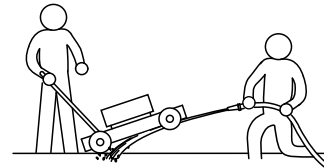

Figura 16
5. Segurando a pega, incline a máquina para cima de forma a que a parte inferior da plataforma fique acessível (Figura 16).
6. Pulverize um jato de água debaixo da plataforma (Figura 16).